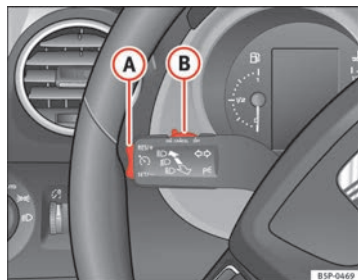

Fig. 148 Palanca de intermitentes y de luz de carretera: conmutador y tecla basculante para el regulador de velocidad
- Mueva el mando ⇒ fig. 148 **(B)** hacia la izquierda hasta la posición **ON**.